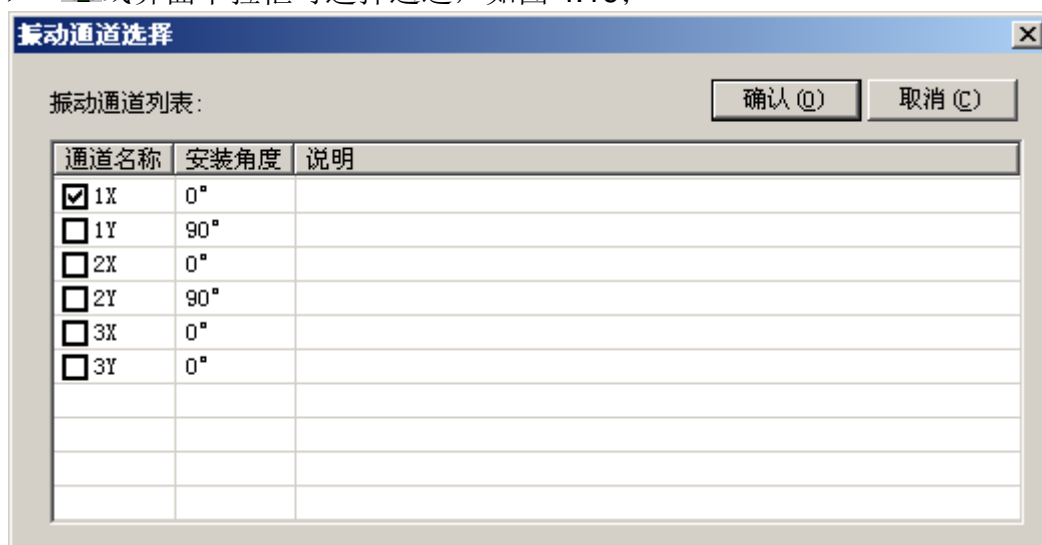

图 4.19 单个振动通道选择
-  或界面下拉框可选择通道，如图 4.19;
-  或界面下拉框可选择通道，如图 4.19；